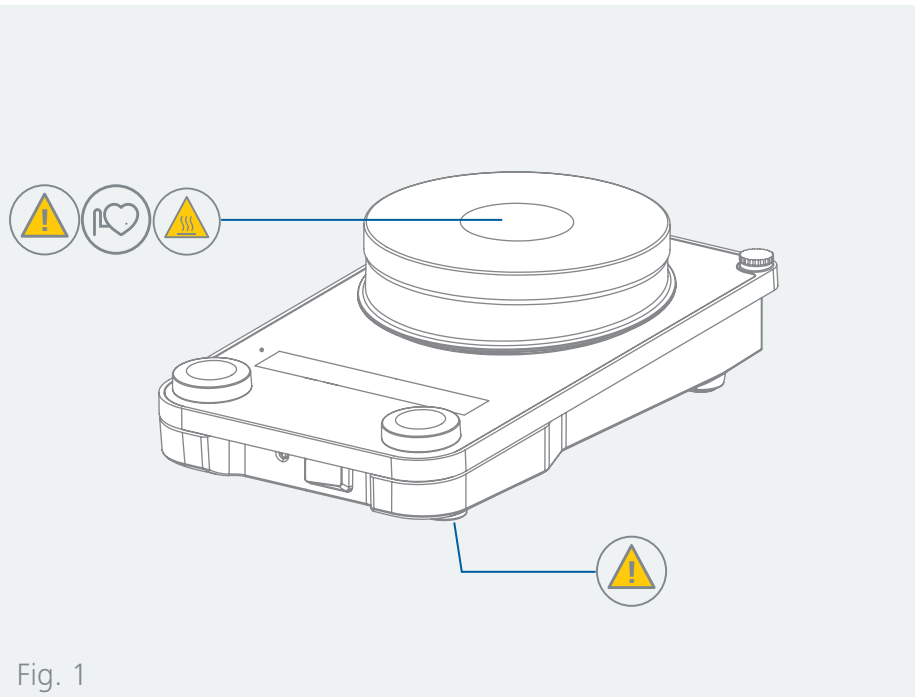

Fig. 1
- ▶ Обращайте внимание на отмеченные на **Fig. 1**.